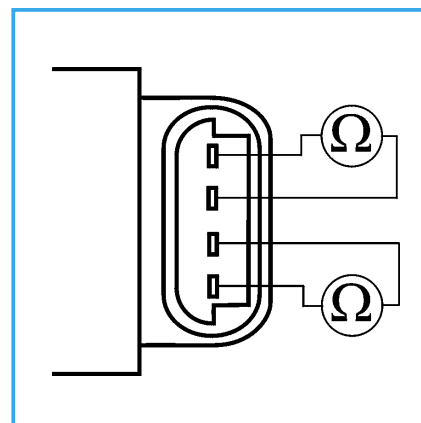

Fig 4 Medición de la resistencia en el motor hidráulico paso a paso
- medir resistencia en ambas bobinas del motor hidráulico paso a paso, de acuerdo con fig. 4